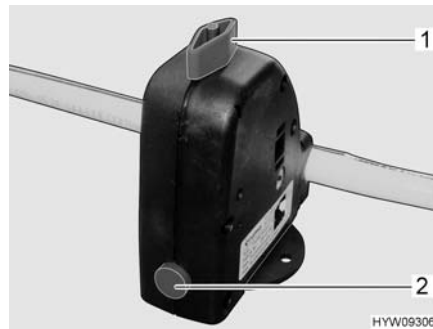

Fig. 108 Valvola di sicurezza/di scarico del boiler
Il boiler è dotato di una valvola di sicurezza/di scarico (Fig. 108). La valvola di sicurezza/di scarico impedisce che l'acqua congeli nel boiler in presenza di basse temperature esterne, quando il riscaldamento dell'autocaravan non è acceso.
- Chiudere la valvola di sicurezza/di scarico. A tal fine ruotare la manopola (Fig. 108,1) verticalmente rispetto alla valvola di sicurezza/di scarico e premere verso l'interno il bottone automatico (Fig. 108,2).
- Aprire la valvola di sicurezza/di scarico. A tal fine ruotare la manopola (Fig. 108,1) nel senso della lunghezza della valvola di sicurezza/di scarico. Il bottone automatico (Fig. 108,2) scatta all'infuori. Il boiler viene svuotato verso l'esterno tramite la valvola di sicurezza/di scarico.